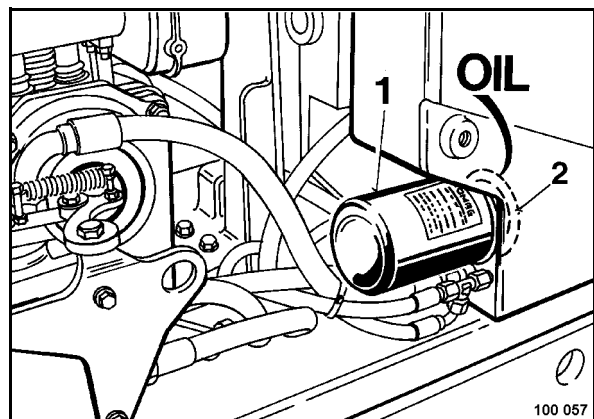

Рис. 84
- Ослабить сменный фильтрующий элемент масла для гидросистемы (1) (Рис. 84) с помощью подходящего ленточного ключа и отвинтить его.
- Слегка смазать резиновую прокладку (2) нового фильтрующего элемента чистым маслом.